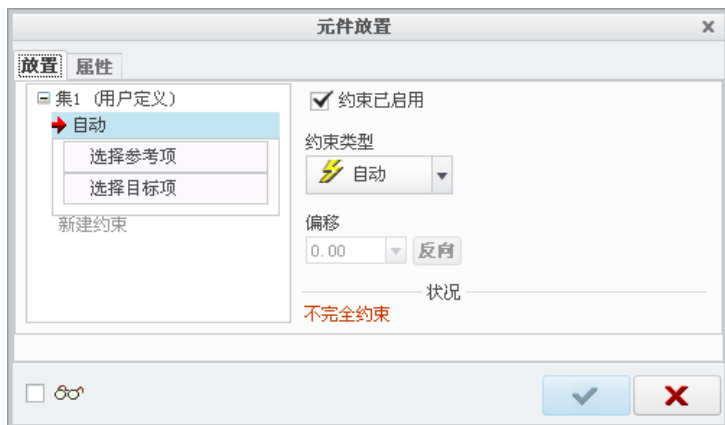

图 8.2.1 “元件放置”对话框
Step1. 在 **模型** 功能选项卡中选择 **获取数据** → **合并/继承** 命令，在操控板中先单击 **参考** 按钮，在系统弹出的 **注释** 区域中选中 ☒ **复制基准** 复选框，然后单击 按钮，在系统弹出的“打开”对话框中双击零件 **down\_base.prt**，系统弹出图 8.2.1 所示的“元件放置”对话框和零件模型的预览窗口。